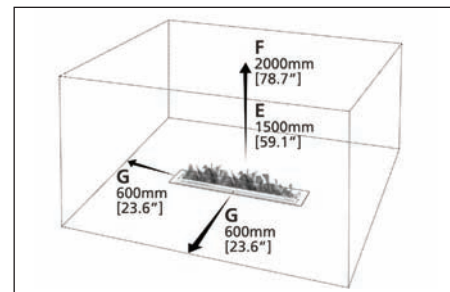

Fig. 4
B. « EMBLACEMENT DU BRÛLEUR SANS FOYER » (Fig.4)